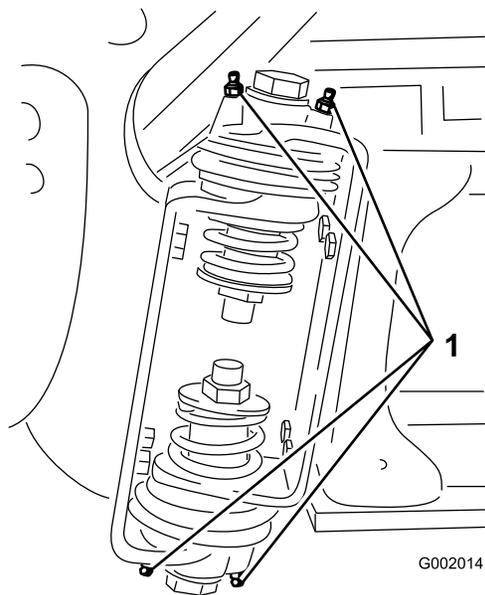

Figura 46
2. Introduza massa lubrificante no rolamento ou casquilho de cada união Figura 46.